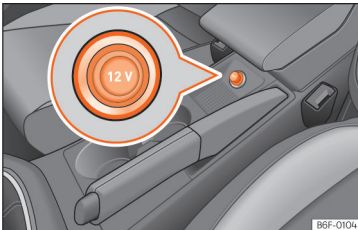

Abb. 127 12-Volt-Steckdose im Fahrzeug.
- Ziehen Sie den Stecker in der Mittelkonsole aus der Steckdose heraus »» (Abb. 127).